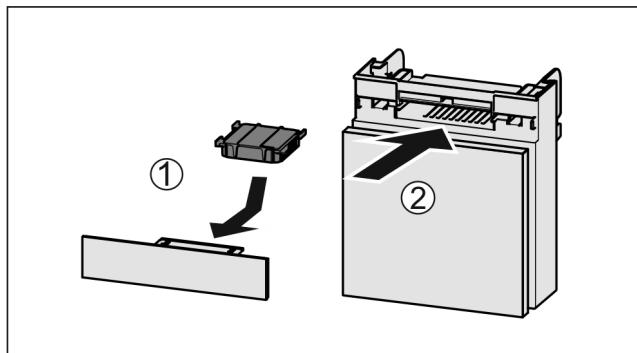

Fig. 75
- Inserire il vano Fig. 75 (2).